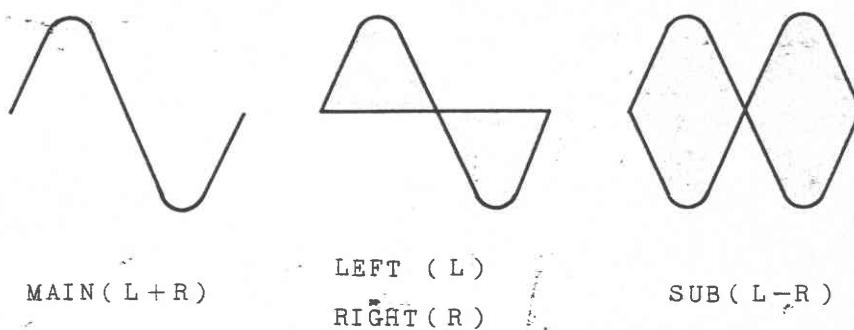

図3 MPX OUTPUT端子に出る信号の波形
(13) 用途に応じて⑩ OUTPUT MODEスイッチを選択します。
⑬ MPX OUTPUT端子には図3のような波形が出ます。